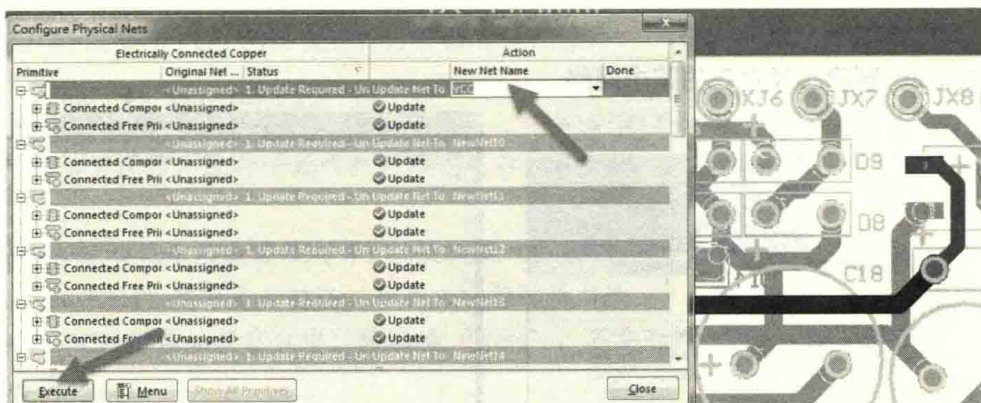

图 9-80 网络的批量更新
(1) 执行菜单命令“Design-Netlist-Configure Physical Nets...”，进入网络配置界面，如图 9-80 所示。